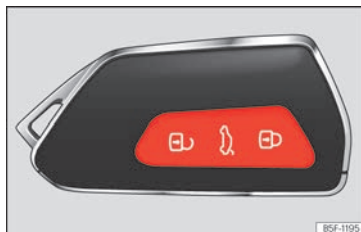

Abb. 75 Funkschlüssel: Tasten
- Verriegeln: Drücken Sie die Taste **>>> (Abb. 75)**.